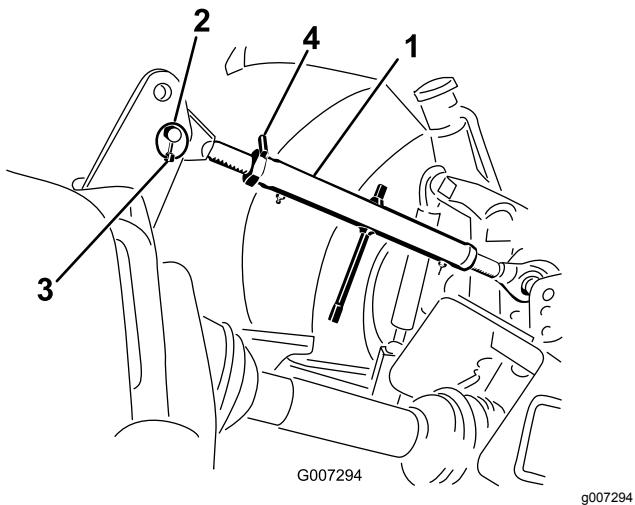

Figura 8
1. Conecte el brazo de enganche superior al taladro inferior del soporte y sujetelo con un pasador de enganche y un pasador de seguridad (Figura 8).
3. Gire el enganche superior para apretar el enganche. Ajústelo hasta que la parte delantera del chasis del aireador esté a 90 grados de la horizontal (Figura 8).